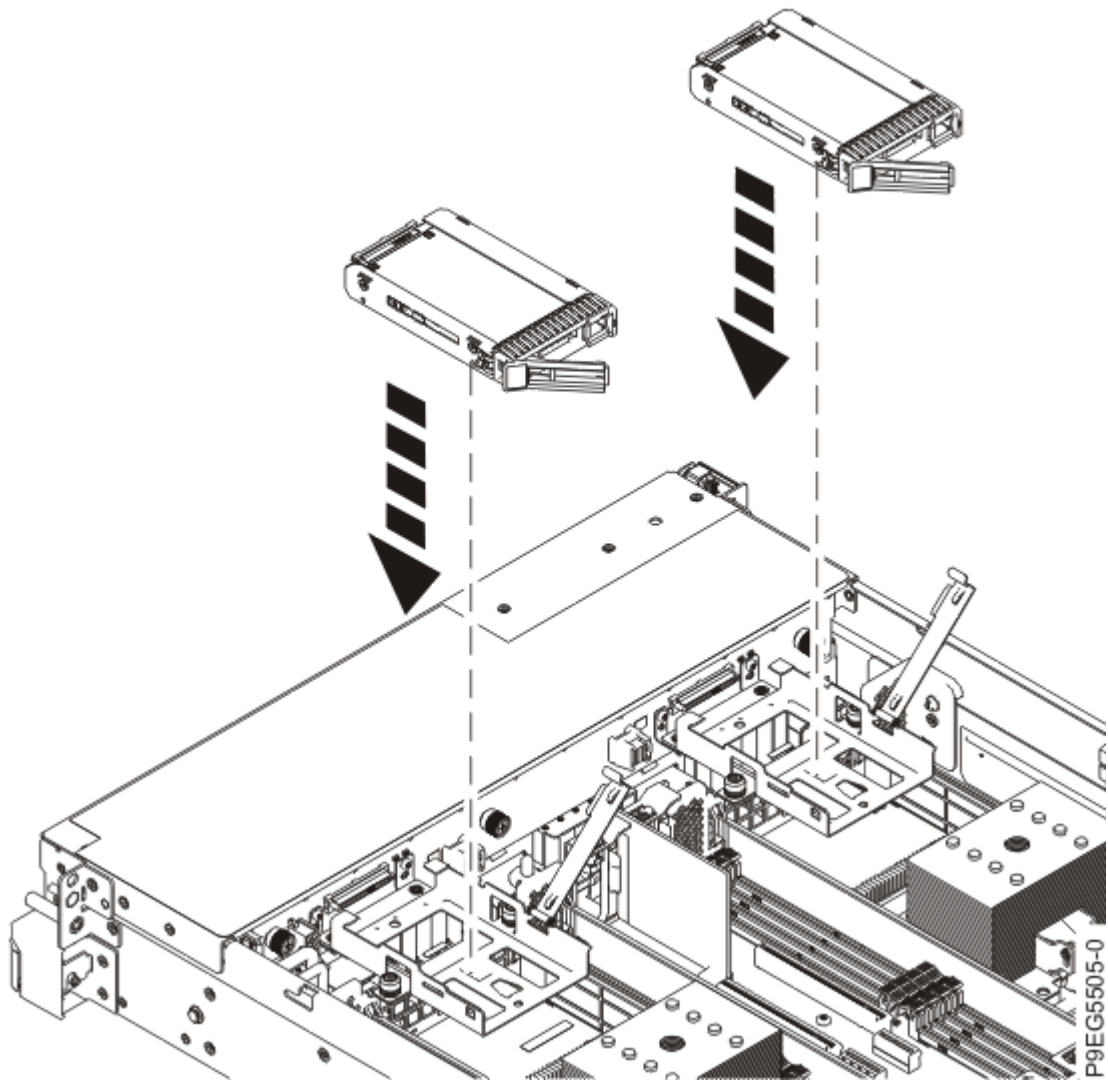

Abbildung 22. Laufwerk in Laufwerkhalterung absenken
- b) Senken Sie das Laufwerk in die Laufwerkhalterung ab (siehe Abbildung 22 auf Seite 24).